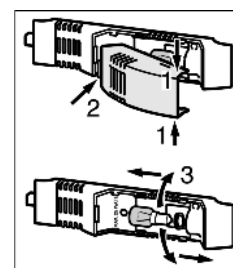

Fig. 17
- ▶ Возьмитесь за крышку лампы сверху и снизу *Fig. 17 (1)*.
- ▶ Выведите крышку лампы сзади из зацепления и снимите *Fig. 17 (2)*.
- ▶ Замените лампу *Fig. 17 (3)*.